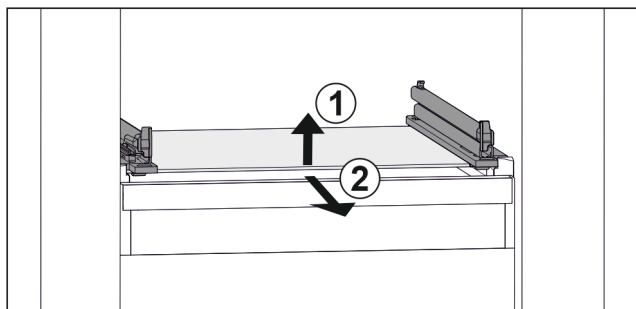

Fig. 36 Príklad zobrazenia sklenenej dosky
- ▶ Nadvihnite sklenenú dosku vpredu. Fig. 36 (1)
- ▶ Odoberte sklenenú dosku dopredu. Fig. 36 (2)